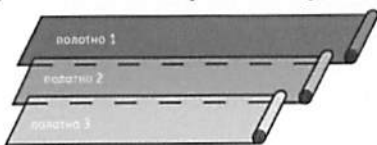

Рисунок 2
9.1 Отогнуть полотно ПВХ линолеума «DEPOT» и свернуть его в рулон согласно схемы (смотри рис.2). Начинать сворачивать раскатанное полотно в рулон следует с последнего полотна.